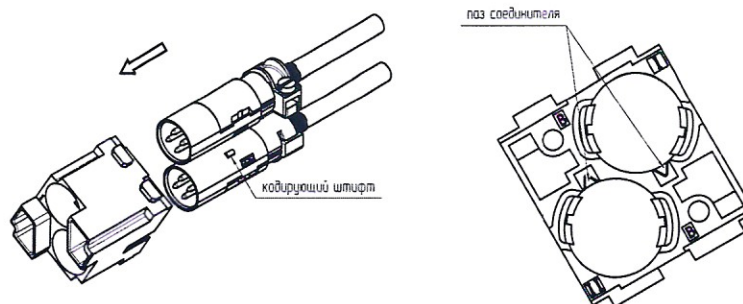

Рисунок 32 – Установка вставки в соединитель
13.1 Установить собранные вставки СПМВ в соединитель СПМ-2-К до щелчка. При установке кодирующий штифт вставки должен быть направлен в паз соединителя (рис. 32).